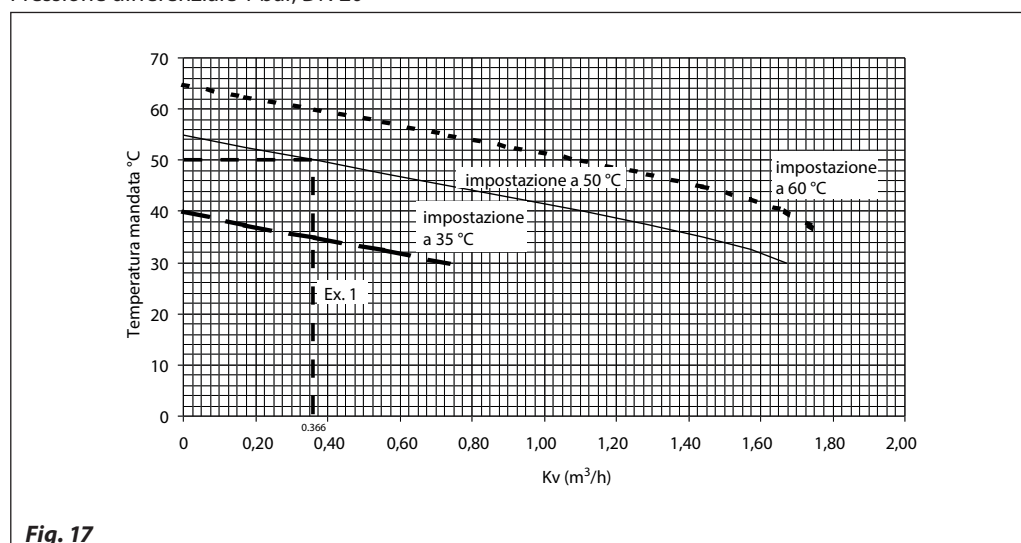

Fig. 17
Kv - secondo fig. 17, pagina 8 in questo caso $Kv = 0,366 \text{ m}^3/\text{h}$ per la temperatura preimpostata di 50 °C
- Quando la portata di progetto è stata calcolata, utilizzare la fig. 17 a pagina 9.